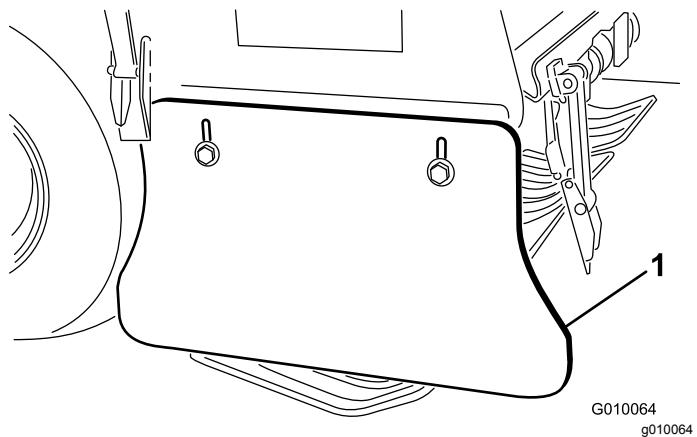

Figura 66
2. Afloje los pernos y tuercas que sujetan el protector lateral al bastidor (Figura 66).